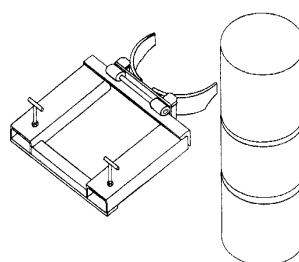
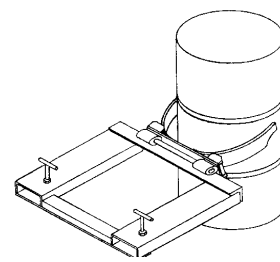

Figura 1
Figura 2
4. Elevar las horquillas de la carretilla (figura 1) y acercar el manipulador al barril justo por debajo del ribete superior (figura 2).